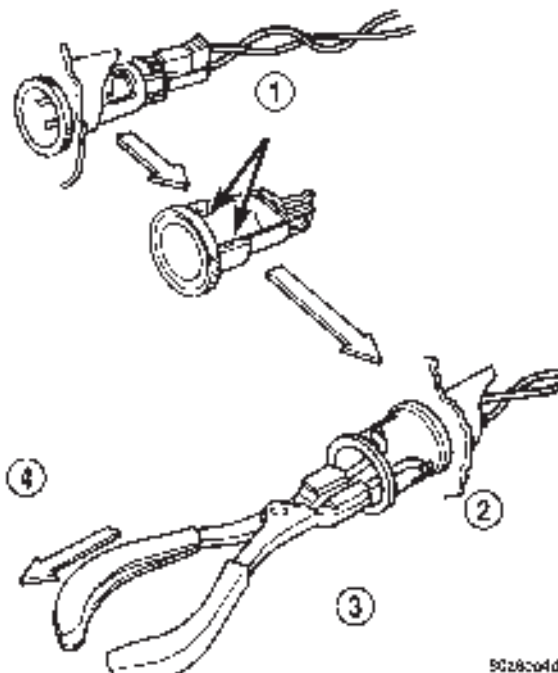

Fig. 8 Desmontaje de la base del encendedor/toma de energía
- (2) Mire hacia adentro y tome nota de la posición de las protuberancias de retención (Fig. 8).